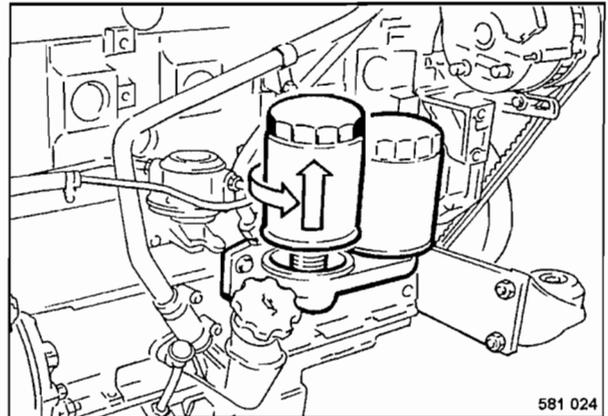

Fig. 76
- Limpiar escurpulosamente el exterior de ambos cartuchos filtrantes (Fig. 76).